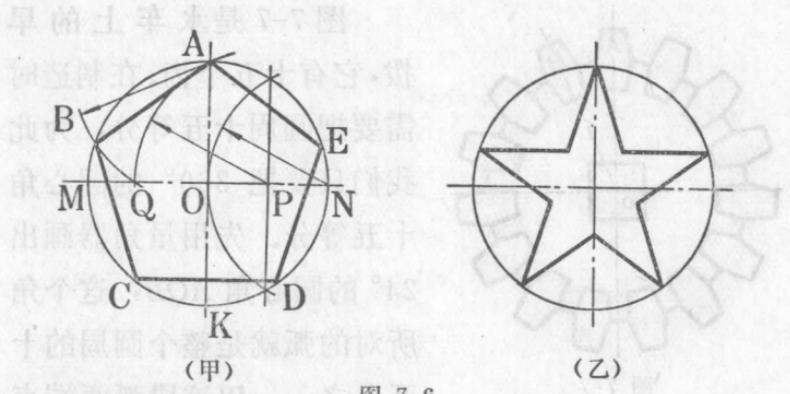

图 7-6
在迎风飘扬的五星红旗上, 有着五颗金光闪闪的五角星。划五角星时要把一个圆周五等分, 它的划法如下〔图 7-6(甲)〕:
- (4) 以  $A$  为圆心,  $AQ$  长为半径划弧交圆于  $B, E$ ;
- (5) 分别以  $B, E$  为圆心,  $AQ$  长为半径划弧交圆于  $C, D$ , 则  $A, B, C, D, E$  就是五个等分点. 把五个等分点间隔连结 [图 7-6 (乙)], 即得五角星.